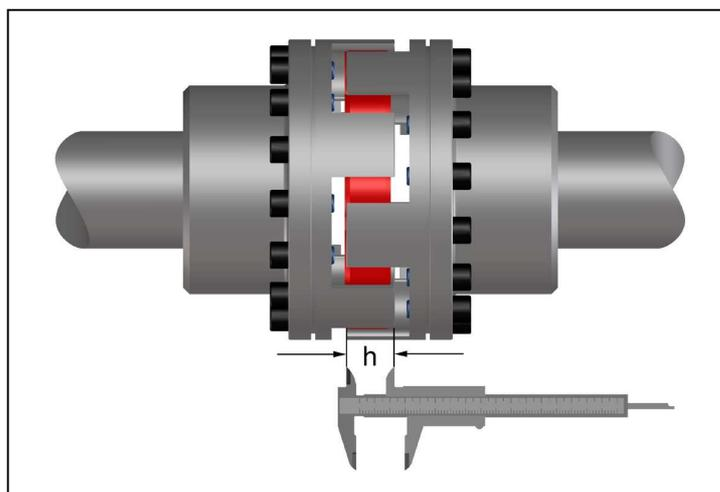

Bild 9
- Messen Sie gemäß Bild 9 die axiale Klauenüberdeckung  $h$ .